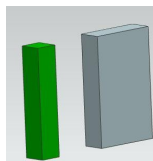
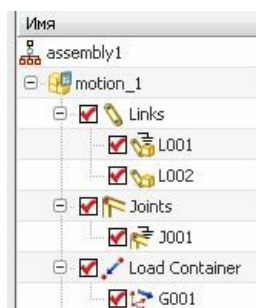
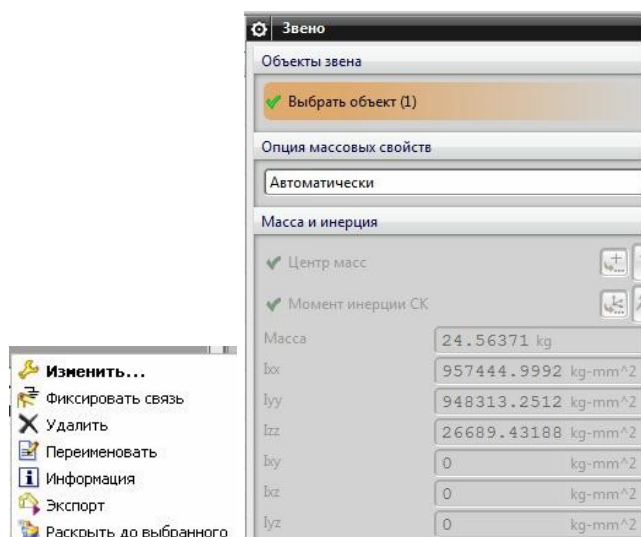
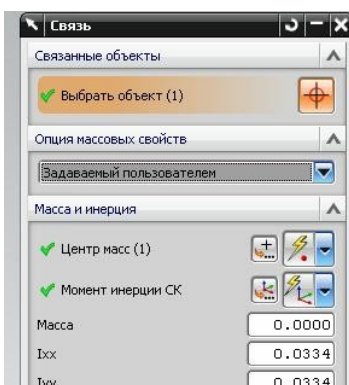

рис.32
рис.33
Рис.34
рис.35
• Чтобы анализ в данном примере все-таки состоялся, нужно в ваш механизм дополнительно вставить неподвижное тело (рис.32, зеленое тело). И тогда можно задавать внешнюю силу или момент на ваше единственное подвижное тело (рис.33). Система благополучно выполнит требуемый анализ.
• Если на рис.33 вы подсветите строку какой-либо детали, например, L002, потом вызовите контекстное меню, а нем выберите команду **Изменить** (рис.34), то система предоставит окно рис.35, в котором можно увидеть рассчитанные системой для данного тела *массу* и его *моменты инерции*. Обратите внимание на то, что все цифры – тусклые, потому что вы никак не можете изменить рассчитанные величины.